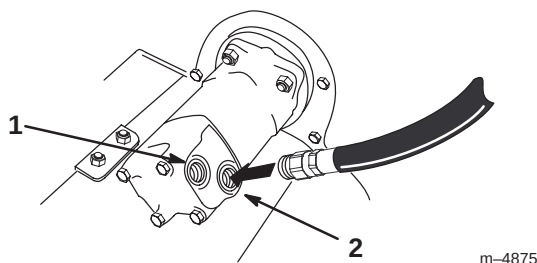

Figure 3
2. Vissez le flexible hydraulique femelle dans le trou inférieur/droit (Fig. 3).
3. Vissez le flexible hydraulique mâle dans le trou supérieur/gauche (Fig. 3).